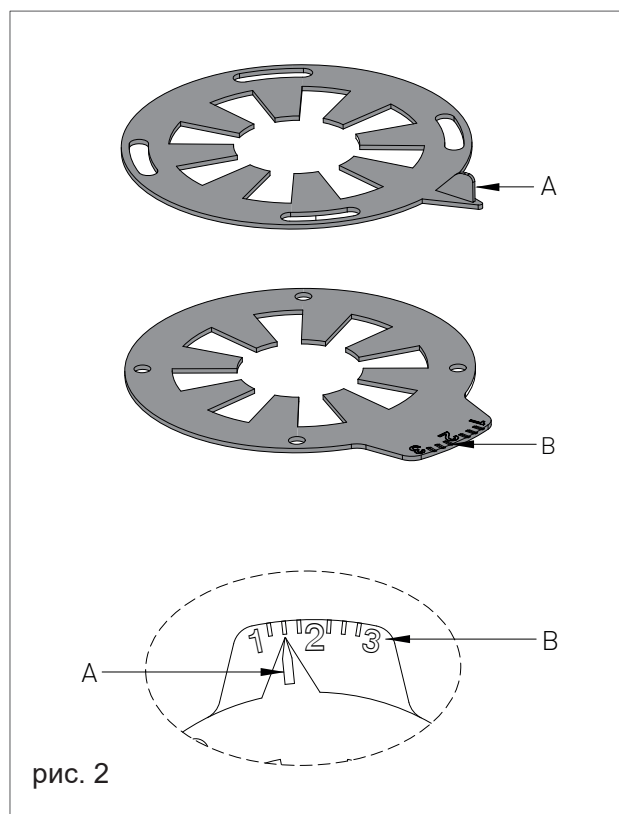

рис. 2
Регулировка диафрагм осуществляется следующим образом (см. рис. 2):
- › Если указано: «без предварительной маркировки», необходимо удалить все имеющиеся в диафрагмах предварительные маркировки (PR-рис. 2).
- › Переместите контрольный указатель (А-рис. 2), двигаясь по указателю с делениями (В-рис. 2) в соответствии с необходимой регулировкой.